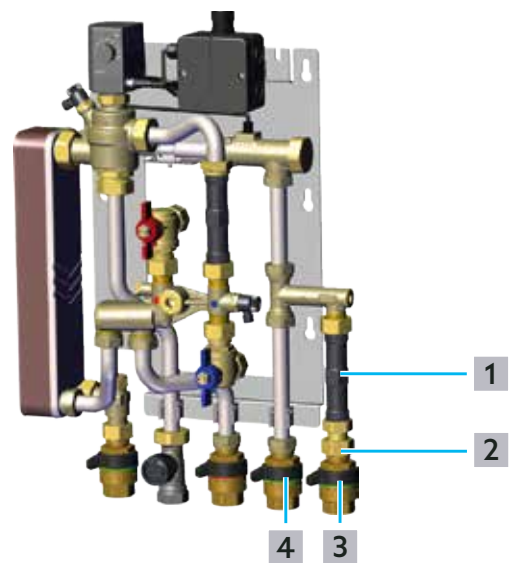

Abb. 11: Wasserzähler montieren
- 1 Schließen Sie die Keramikscheibenventile im Kaltwasser-Zulauf (siehe Abb. 11 auf Seite 19 (3)) und Kaltwasser-Ausgang (4).
- 4 Lösen Sie die Überwurfmutter der Verschraubung (2).
- 5 Bauen Sie das Passstück (1) mit der Verschraubung aus der Leitung aus.
- 9 Öffnen Sie langsam die Keramikscheibenventile im Kaltwasser-Ausgang (4) und Kaltwasser-Zulauf (3).